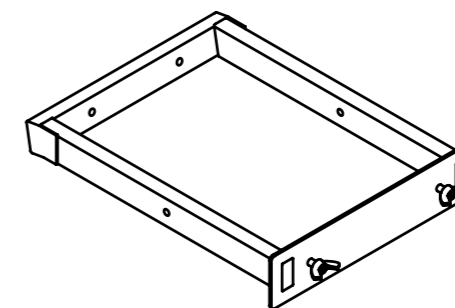

Рисунок 5.11. Удерживающий кронштейн
8. Отсоедините удерживающий кронштейн от «тали» робота, открутив два барашковых винта, как показано на рисунке 5.10. Винты можно закрепить в самом кронштейне, для этого предусмотрены резьбовые отверстия во внутренних боковых стенках кронштейна (рис. 5.11).